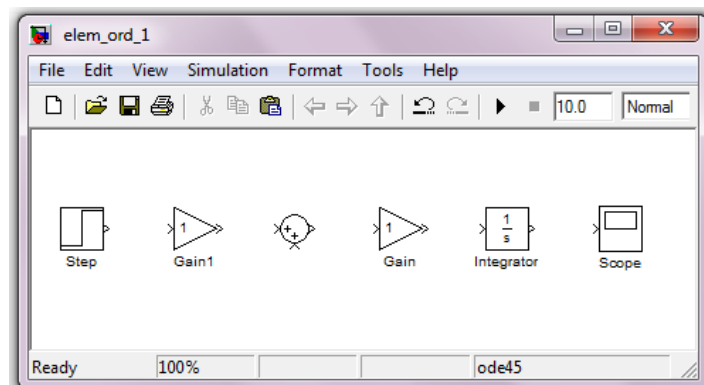

Fig.7. Elementele componente ale sistemului de ordinul 1.
Pentru a implementa această relație, deci pentru a se realiza modelul elementului de ordin 1 descris de relația (2) este necesară o pagină nouă în care sunt aduse toate blocurile necesare, așa cum este prezentat în Fig.7. Modelul este salvat sub numele "elem_ord_1.mdl" folosind opțiunea *Save As* din meniul *File*. De menționat că la salvarea modelului nu trebuie data și extensia .mdl, aceasta fiind adăugată automat.